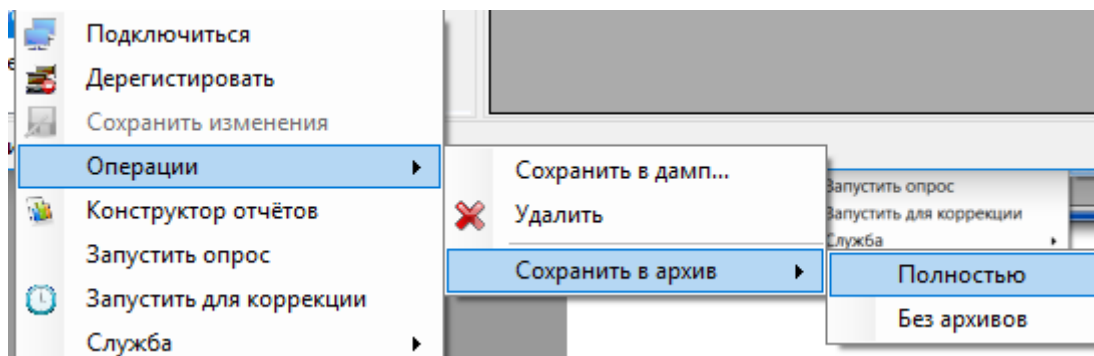

Рисунок 25. Сохранение БД в архив
– **сохранить в архиве** (рисунок 25). Пункт меню активен при отключенной БД. Позволяет сохранить БД сразу в архив. Либо с архивами приборов учета (полностью), либо просто структуру.